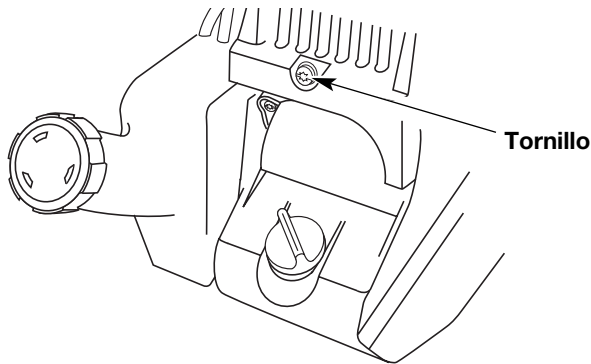

Fig. 24
2. Saque el tornillo que está detrás de la cubierta del motor (Fig. 24).